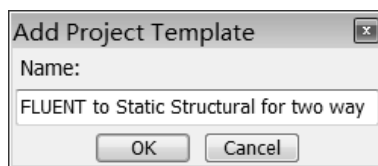

图 1-39 添加工程模板对话框
Step7：在弹出的如图 1-39 所示的 Add Project Template（添加工程模板）对话框中